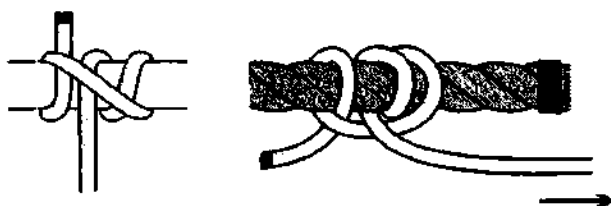

Рис. 614. Задвижной штык.
*Задвижной штык* – это ещё один вариант *выбленочного узла* со шлагом (рис. 614). *Задвижной штык* похож на *верблюжий узел*, в основе которого лежит не *выбленочный*, а *коровий узел*. Используется *задвижной штык* в тех же случаях, что и *двойной выбленочный узел*: для